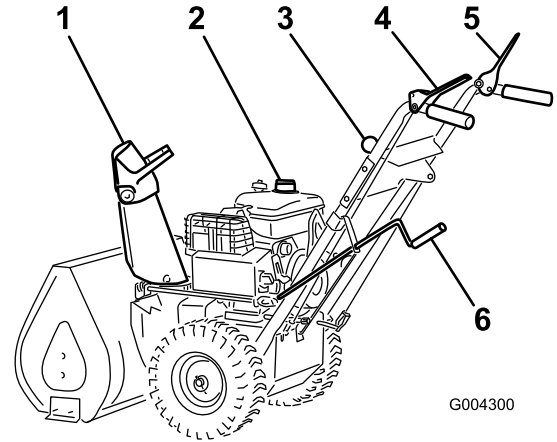

Figure 13
3. Relâchez la manette de commande de fraise/turbine et la manette de déplacement (Figure 13).
11. Sélectionnez la première (Figure 13), serrez la manette de commande de déplacement contre la poignée, puis relâchez-la. Si la déneigeuse se met à avancer avant que vous ayez engagé la manette de commande ou après que vous l'avez relâchée, reportez-vous à la rubrique Réglage de la courroie de transmission aux roues.